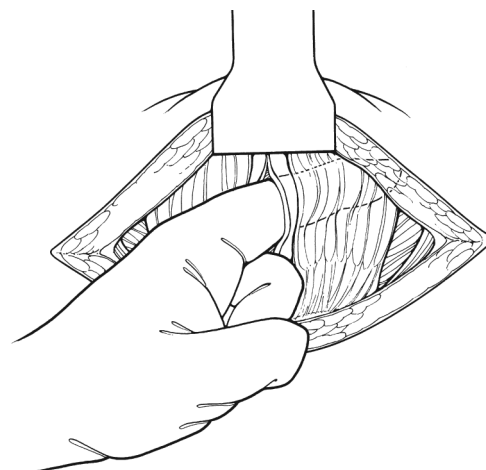

Figura 4-8. Separazione della linea alba
10. Effettuare un'incisione sovrapubica, dividere la fascia rettile trasversalmente, quindi con una divaricazione separare la linea alba in modo da raggiungere lo spazio prevescicale. (Figura 4-8)